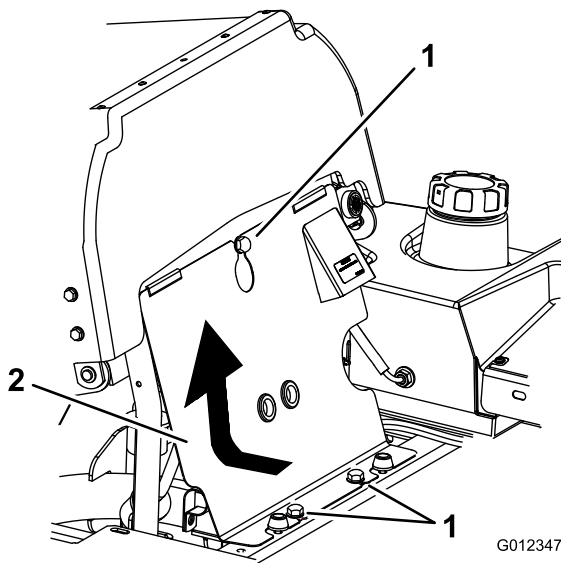

Figura 69
3. Inclíne el asiento hacia adelante, afloje los pernos y retire el panel delantero del motor (Figura 69).